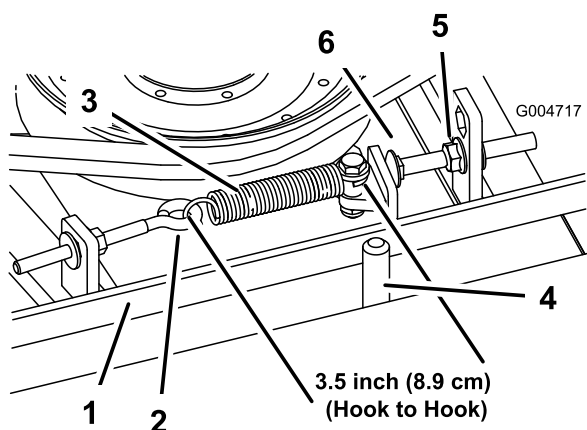

Figura 65
di 3 mm + 1,5/-0 mm tra la testa del bullone ed il braccio di rinvio (Figura 65).
Nota: Verificate che la cinghia si trovi dal lato molla del guidacinghia (Figura 65).
2. Allentate il bullone ad occhio per consentire la rimozione della molla di prolunga (Figura 65).
3. Allentate il dado flangiato che fissa il bullone di arresto alla linguetta di montaggio. Allentate il dado quanto basta per consentire al braccio di rinvio di oltrepassare il bullone di arresto (Figura 65). Allontanate la puleggia tendicinghia dalla cinghia in modo da allentare la tensione della cinghia.
8. Ricollegate la molla di prolunga (Figura 65) al bullone ad occhio e tendete la cinghia come segue: